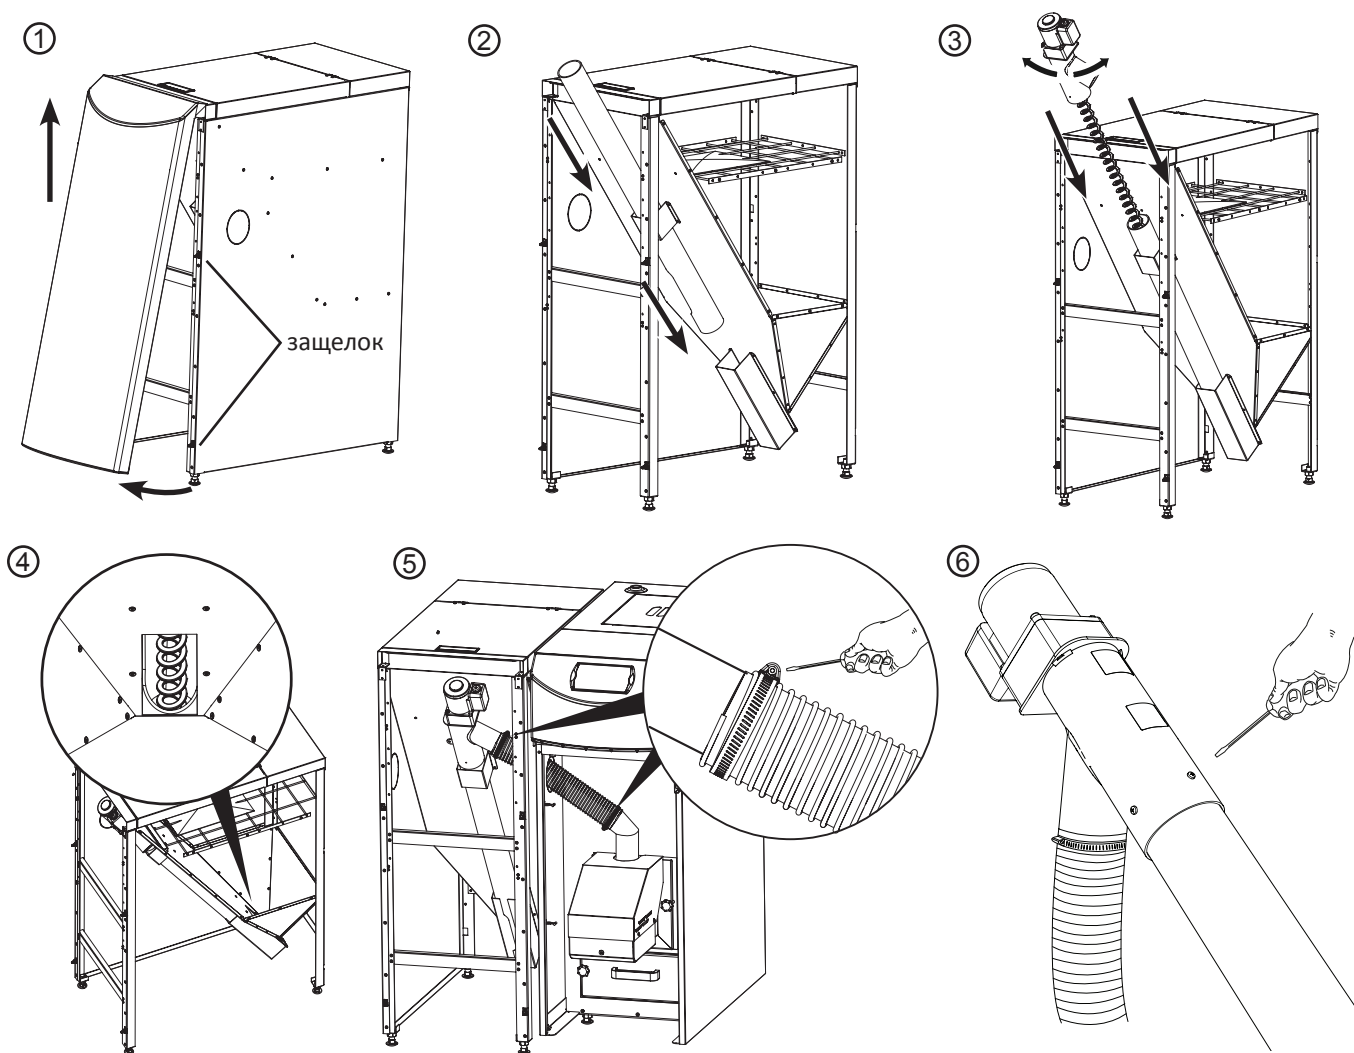

Рис. 8 Монтаж комплекта.
1. Демонтировать переднюю часть корпуса резервуара, взяв ее спереди и потянув на себя до снятия с четырех защелок. Затем необходимо переместить переднюю часть корпуса вверх и полностью ее снять (Рис. 8 п. ①).
2. Транспортную трубу механизма подачи следует последовательно разместить в желобках, расположенных прямо под засыпной трубой резервуара (Рис. 8 п. ②).
3. Вставить в транспортную трубу спираль механизма подачи (Рис. 8 п. ③).
4. Смонтировать транспортную трубу, как показано на Рис. 8 п. ④.
5. Прикрепить гибкую гофрированную трубу шнековыми обручами к соединителя механизма подачи и засыпной трубе горелки (Рис. 8 п. ⑤).
7. После определения оптимального наклона соединителя при помощи прилагаемого сверла проделать отверстия в транспортной трубе механизма подачи (через отверстия в соединительной трубе), а затем привинтить их друг к другу при помощи прилагаемых болтов (Рис. 8 п. ⑥).